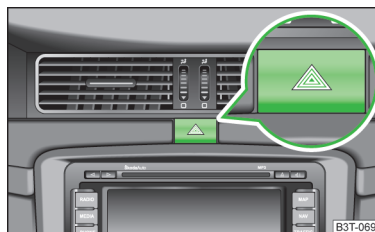

Fig. 52
- Press the  » Fig. 52 button.